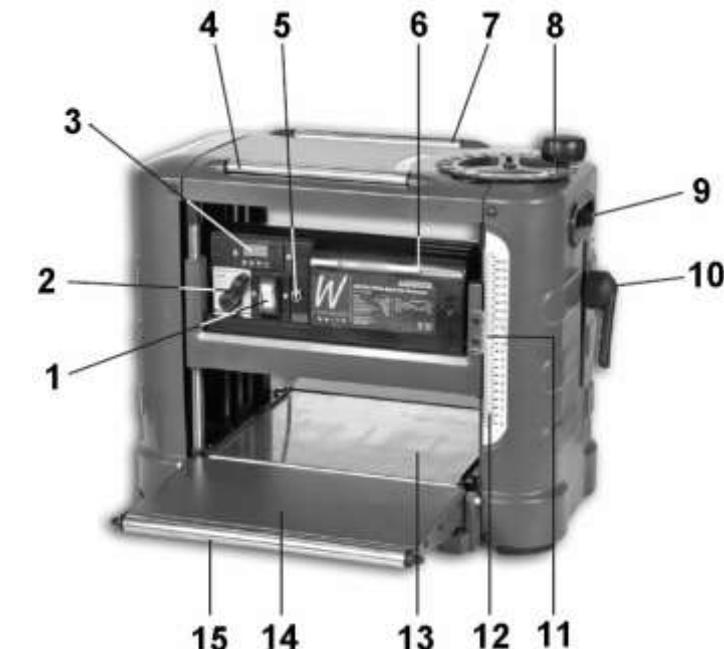

Рис.2
10.4. Юстировка роликов удлинителя стола (Рис. 2; 3; 5; 6)
10.4.3. Если рабочий стол (13) и верхний край ролика (15) удлинителя стола (14) не находятся в плоскости рабочего стола (13), отрегулируйте высоту ролика (15). Для чего ослабьте гайку регулировочного болта (20). Вращая болт (20) до момента совпадения на одной линии (нижняя плоскость бруска) верхних точек ролика (15) и плоскости рабочего стола (13), проверьте положение ролика (15) удлинителя стола (14) относительно левой и правой стороны рабочего стола (13). Повторите эту регулировку для заднего удлинителя стола (19). По окончанию регулировки, удерживая болт (20), зафиксируйте его положение контргайкой.
11. ОСНОВНЫЕ ОПЕРАЦИИ И ДОПОЛНИТЕЛЬНОЕ ОБОРУДОВАНИЕ**11.1. Сетевой выключатель и тепловой прерыватель (Рис. 2)**
Ручкой (8), Рис.2, по шкале (12) установите положение, соответствующее максимально толстому участку заготовки, после чего установите глубину строгания.
11.2.2. Заготовку подавайте обработанной стороной вниз по поверхности рабочего стола (13) со стороны переднего удлинителя стола (14) до момента захвата заготовки протяжными роликами (автоматическая подача); по необходимости поддерживайте заготовку, не форсируя и не замедляя скорость прохождения заготовки, Рис.2.
11.4. Чистовое строгание и дополнительные операции (Рис. 2)
На верхней панели машины для облегчения возврата предварительно обработанной заготовки на исходную позицию для повторного прогона предусмотрены дополнительные металлические ролики (4 и 7), Рис.2.